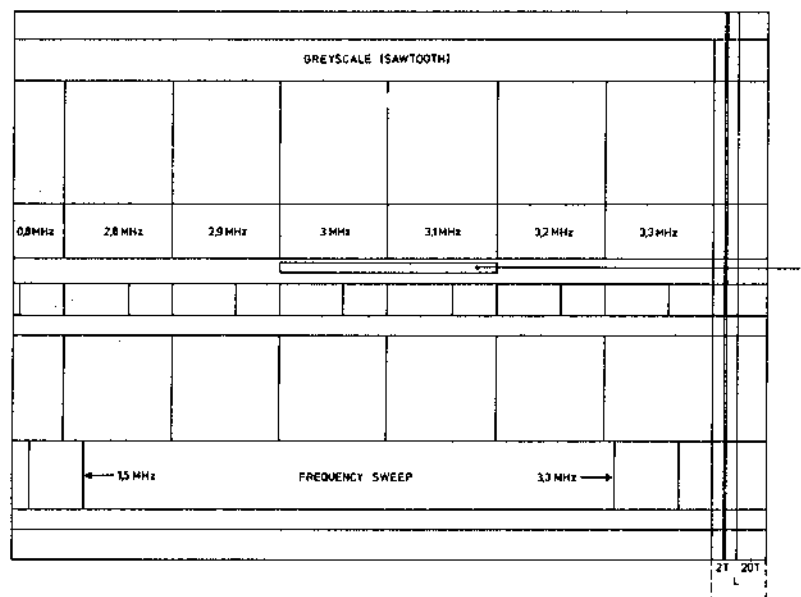

Fig. 2
- Prüfcassette 4822 397 30108 wiedergeben (siehe Bild 2).
3309 so einstellen, dass die Störungen (grober Rausch) in Fläche A (siehe Bild 2) während des 'drop-out'-Prüfsignals gerade verschwinden.